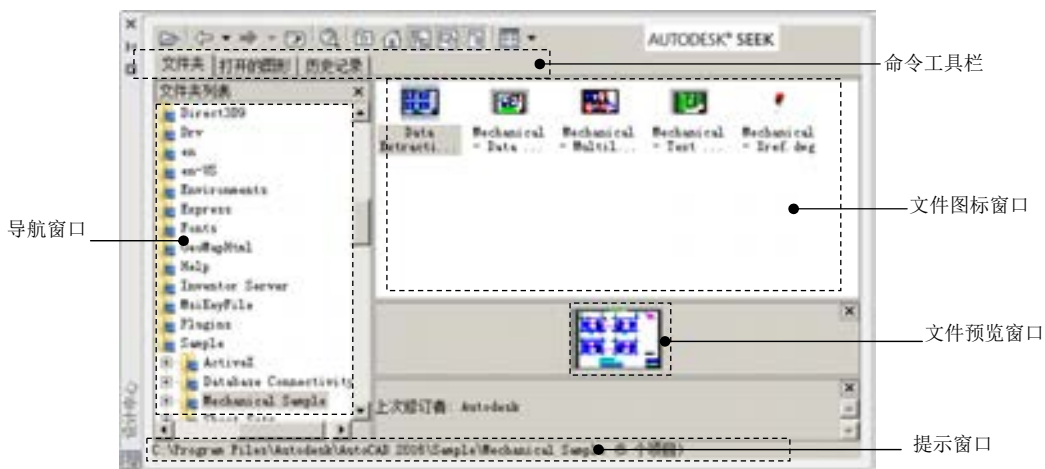

图 14.1.1 “设计中心”窗口
选择下拉菜单 **工具(T)** → **选项板** → **设计中心(D)** 命令（或者在命令行中输入命令 ADCENTER 后按 Enter 键），系统弹出图 14.1.1 所示的“设计中心”窗口。该窗口由左侧的导航窗口（即图中文件夹列表窗口）、树状视图和右侧的文件图标窗口及上部的命令工具栏组成。导航窗口的树状视图显示当前资源内容的层次表，文件图标窗口显示在树状视图中所选的源对象中的项目。选择不同的选项卡，右侧的文件图标窗口包括的内容也不同，例如当选择默认的 **文件夹** 选项卡时，文件图标窗口包括文件图标窗口、文件预览窗口和说明窗口。
- **文件夹** 选项卡: 用于显示本地计算机或网上邻居中文件和文件夹的层次结构及资源信息，如图 14.1.1 所示。